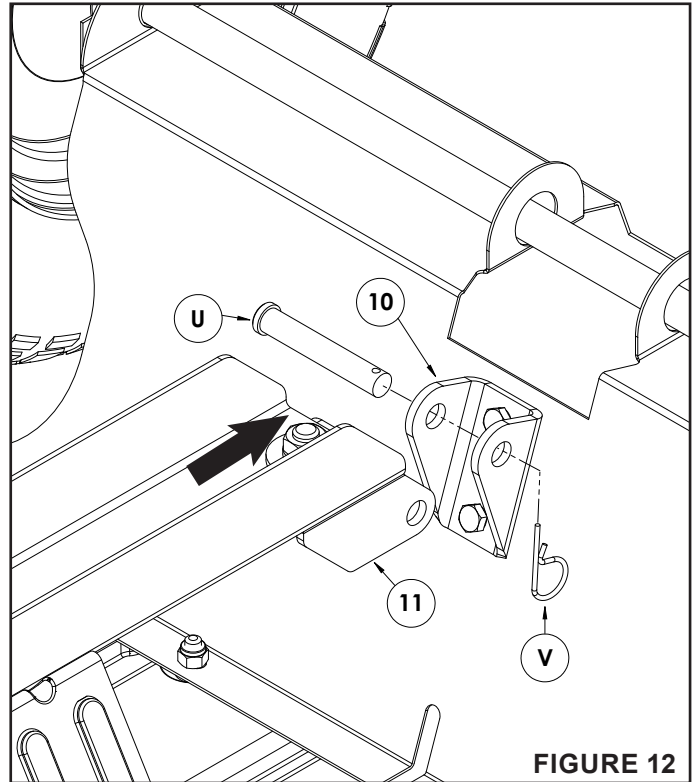

FIGURE 12
ÉTAPE 12 : (VOIR FIGURE 12)
- Installez la chape de pivot (11) sur la chape de basculement (10).
- Fixez le tout à l'aide d'un axe de chape de 2-3/4 po (U) et d'une goupille bêta de 1,81 po (V).